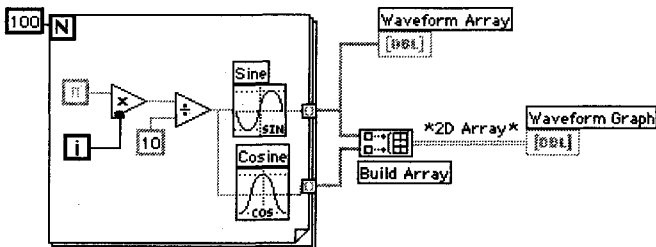

Рис. 8.19
- Создайте блок-диаграмму, как показано на рис. 8.19.